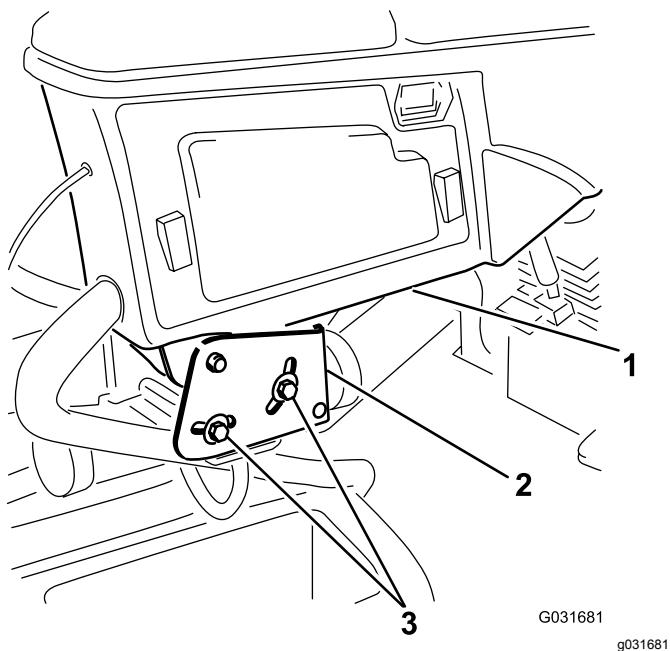

図 2
1. コントロールアームをリテナブラケットに固定している2本のボルトをゆるめる図2。